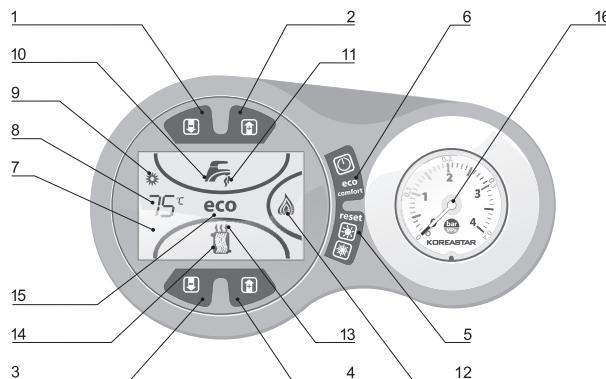

Рис. 2 Общий вид панели управления
- Нажмите кнопку включения (см. рис. 2 поз. 6) и удерживайте ее, пока котел не включится;
Если на дисплее возникает код ошибки (см. разд. 11.2), нажмите кнопку RESET («Сброс») (см. рис. 2 поз. 5). В следующие 30 секунд система повторит цикл розжига.
- Нажмите и удерживайте в течение 5 секунд кнопку выключения котла (см. рис. 2 поз. 6);
С помощью кнопок регулировки температуры ОВ (см. рис. 2 поз. 3 и 4) можно изменить температуру с минимальной 30 °C до максимальной 85 °C. Не рекомендуется эксплуатировать котёл при температуре отопления ниже 45 °C.
С помощью кнопок регулировки температуры ГВС (см. рис. 2 поз. 1 и 2) можно изменить температуру с минимальной 35 °C до максимальной 55 °C.
С помощью кнопки выбора режимов Зима/Лето (см. рис. 2 поз. 5) включите или выключите соответствующий режим.
На дисплее появится или отключится символ индикации летнего режима (см. рис. 2 поз. 9).
Котёл обеспечивает высокую скорость нагрева ГВС и максимальный комфорт. В режиме «COMFORT» котёл постоянно поддерживает установленную пользователем температуру горячей хозяйственной воды, позволяя тем самым сократить время ожидания после открытия крана водозабора до минимума. Данное устройство может быть отключено пользователем нажатием на кнопку ECO/COMFORT (см. рис. 2 поз. 6).
Для включения режима «COMFORT» нажмите кнопку ECO/COMFORT (см. рис. 2 поз. 6) при этом на дисплее погаснет символ «ECO» (см. рис. 2 поз. 15).
Давление в системе ОВ контролируется по показаниям манометра, расположенного на передней панели котла (см. рис. 2 поз. 16).